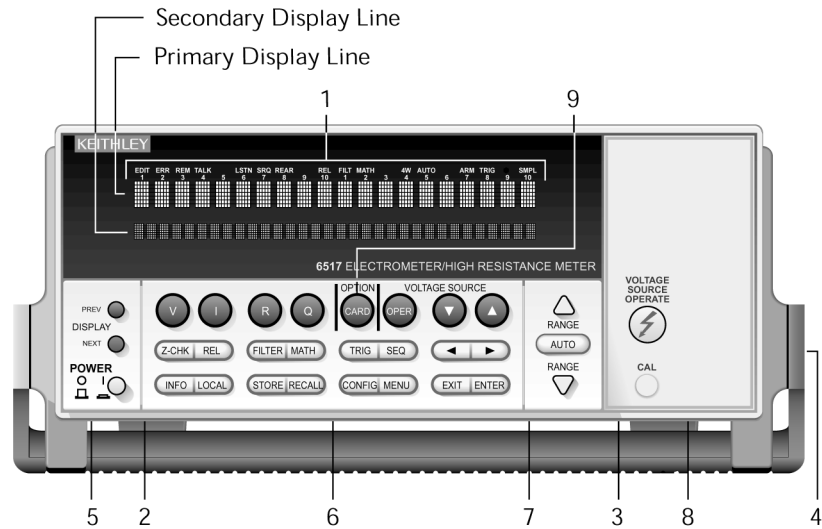
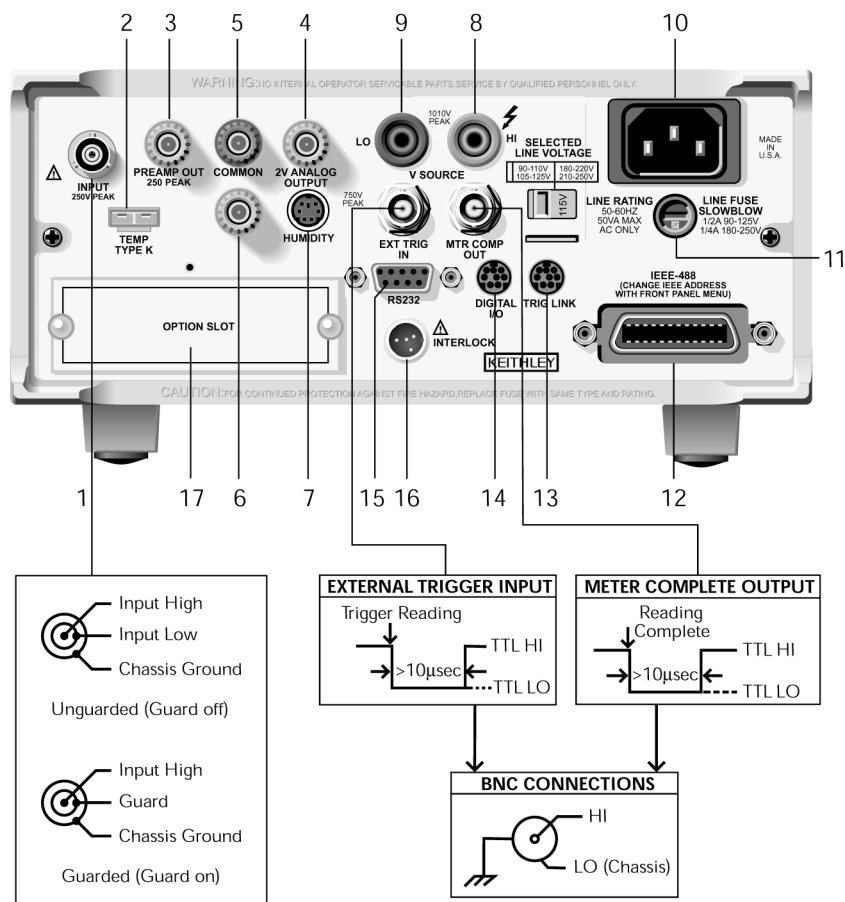

图1 6517A 前面板示意图
图2 6517A 后面板示意图
6517A 前面板和后面板 (图 1 和图 2) 包含着一些简短重要的信息，建议用户在使用仪器之前应仔细阅读这些信息。
1. 输入接头 (见图 2)
如 6517A 前面板（图 1）所示，前面板有 3 行显示信息：主显示行，次显示行和指示灯。